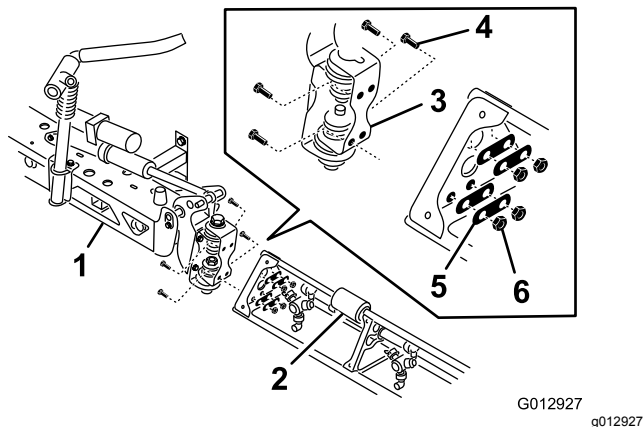

Figura 22
7. Instale rampa da extensão na rampa central na chapa de dobradiça utilizando os quatro parafusos, as quatro anilhas e as quatro porcas retiradas no passo 6 como se mostra em Figura 22.